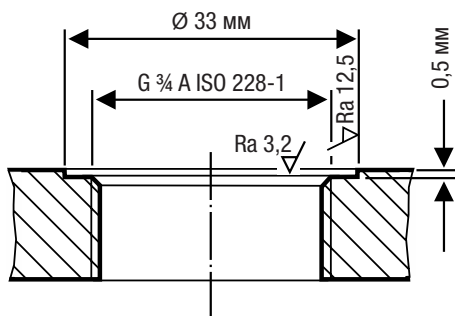
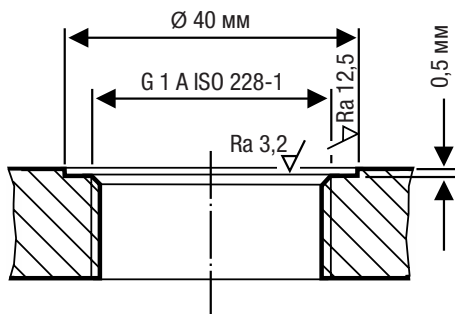

Рис. 14
Рис. 15
- Обеспечьте качественную техническую подготовку уплотнительных поверхностей соответствующего резьбового патрубка резервуара или крышки фланца, см. Рис. 14 и Рис. 15.
Уплотнительные поверхности должны быть качественно технически обработаны согласно Рис. 14 и Рис. 15.